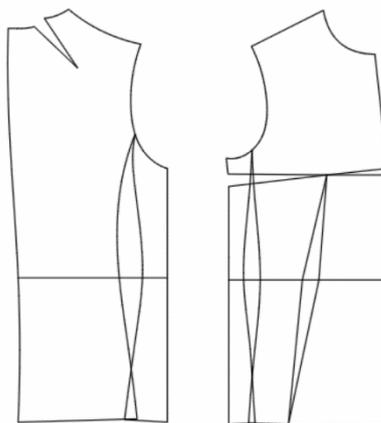

图 5-3-4 衣身结构处理 (2)
(5) 后中线在腰围处收进“1.5cm”, 重新修正后中线; 前片腰围处设“2.5cm”菱形胸省; 用“ (剪断线)”和“ (橡皮擦)”工具删除不必要线条, 如图 5-3-4 所示。